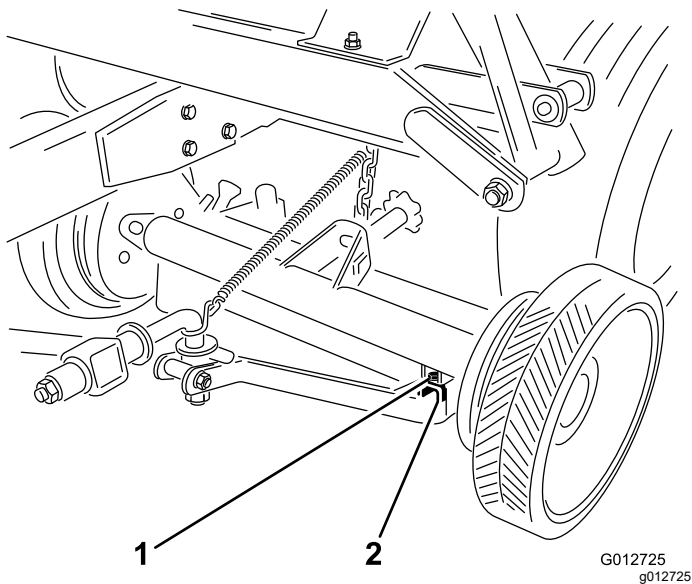

Figura 34
- Sujete cada lado (Figura 34) con un perno (1/2" x 3 1/2"), un tubo espaciador y una contratuerca (1/2").